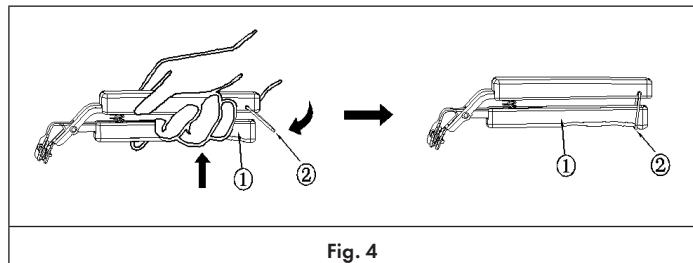

Fig. 4
5. Soulever la partie inférieure de la poignée (1) et faire glisser la serrure dans le sens horaire vers le bas (2). Assurez-vous que la poignée est correctement fermée pour le rangement (Fig. 4).